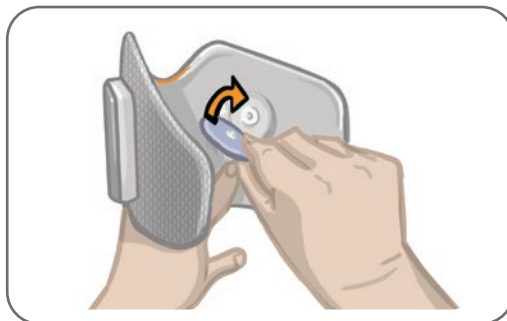

Figure 8-5 : Fixation des électrodes en tissu
6. Fixez les électrodes rondes en tissu aux bases des électrodes. Reportez-vous à la figure 8-5. Les utilisateurs d'une jambièrre de taille normale doivent s'assurer que les protections encliquetables de la jambièrre sont en place.